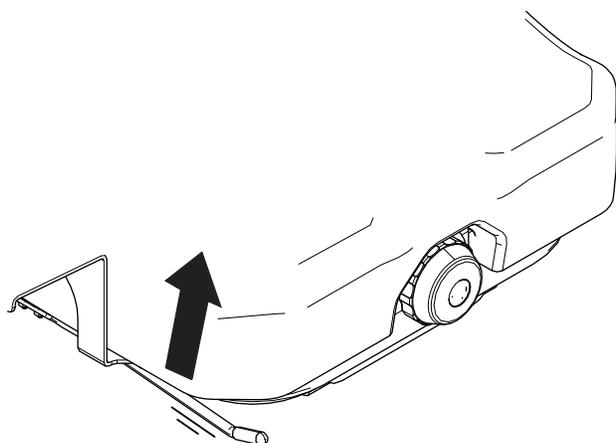

Figure 6
- **Modèle n° 31981 et 31982** : levez le levier pour débloquer le siège (Figure 6), déplacez le siège à la position qui vous convient, puis relâchez le levier pour bloquer le siège à cette position.